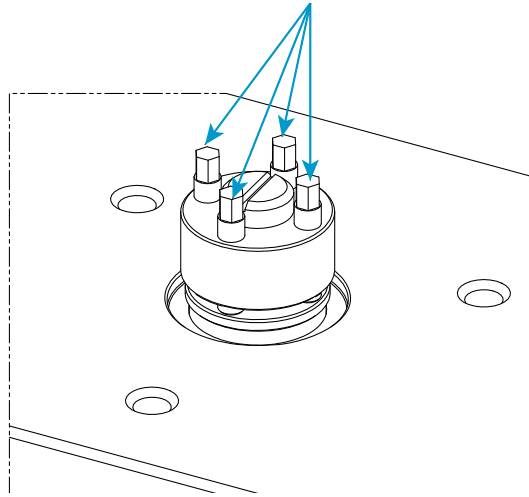

Figure 20. Assemblage du tendeur mécanique
10. Utilisez la clé dynamométrique (80-9-11) avec le connecteur à six pans creux de 5 mm (67-4-29) correspondant fourni dans le kit du tendeur mécanique pour serrer les quatre vis de pression Figure 20 sur le tendeur mécanique jusqu'à 14 N-m (10,3 ftlb) selon la procédure suivante :